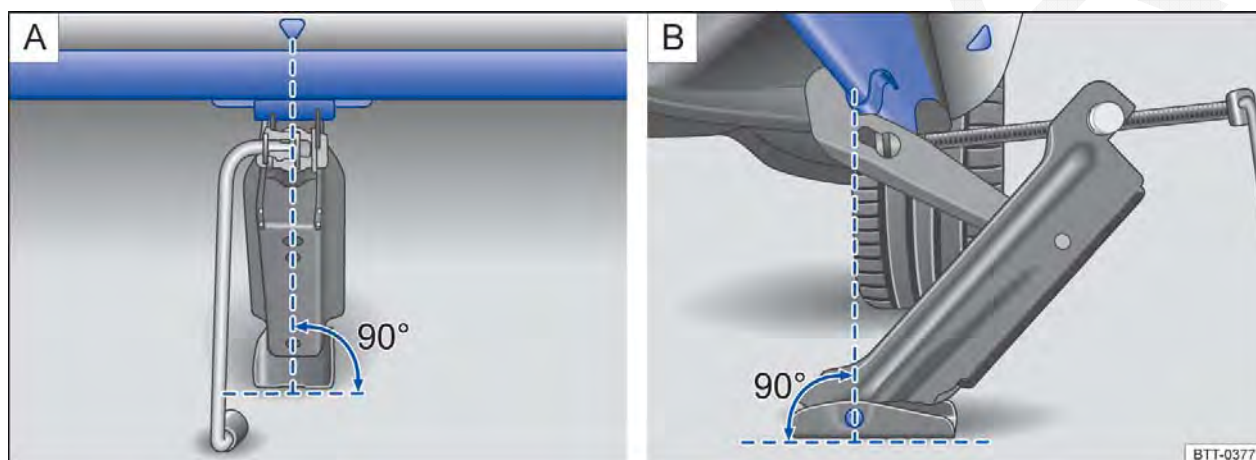

Fig. 235 Macaco posicionado no lado esquerdo traseiro do veículo.
8. Garantir que a base do macaco, com toda sua superfície, esteja sobre o chão e que a base se encontre perpendicularmente abaixo do ponto de colocação ⇒ Fig. 235.
9. Alinhar o macaco e, simultaneamente, levantar a garra do macaco até ela se encaixar na travessa debaixo do veículo ⇒ Fig. 235.
- Posicionar o macaco somente nos pontos indicados. A garra do macaco deve se encaixar no perfil da longarina de forma segura ⇒ Fig. 235.